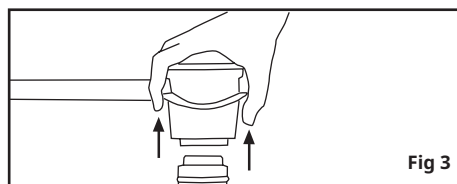
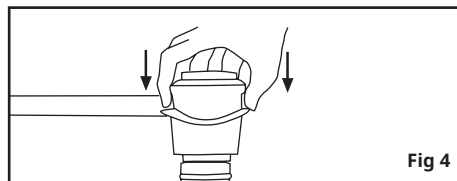

Fig 3
Fig 4
- Tira del anillo (3) hacia arriba, tal como aparece en la imagen 3, y acopla KOSAN 35 en la válvula. A continuación, baja el anillo (3) enérgicamente, tal como se muestra en la imagen 4. Oirás un clic, que indica que el regulador está bien encajado.